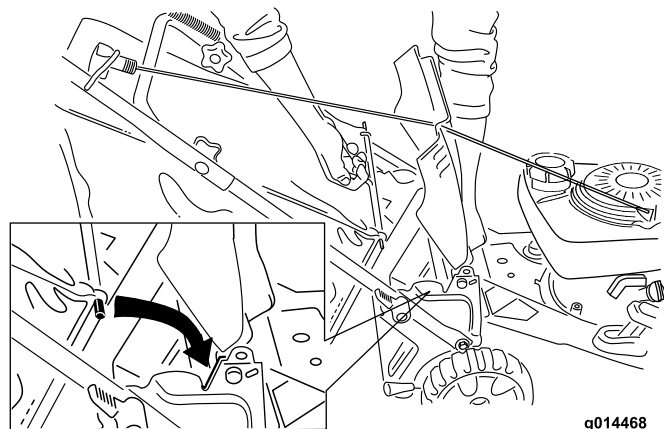

Bild 18
- Halten Sie das Heckablenkblech hoch, setzen Sie den Fangkorb in die Kerben ein und senken das Heckablenkblech ab (Bild 18).